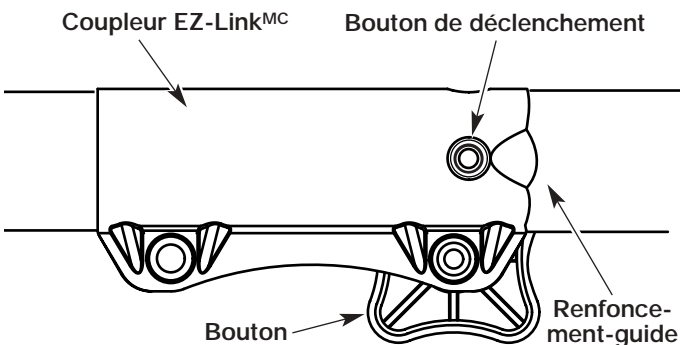

Figure 23
1. Dévissez le bouton vers la gauche (Fig. 23).
2. Appuyez sur le bouton de déclenchement et maintenez-le enfoncé (Fig. 23).
REMARQUE : aligner le bouton de déclenchement avec le renforcement-guide facilitera l'installation (Fig. 23).